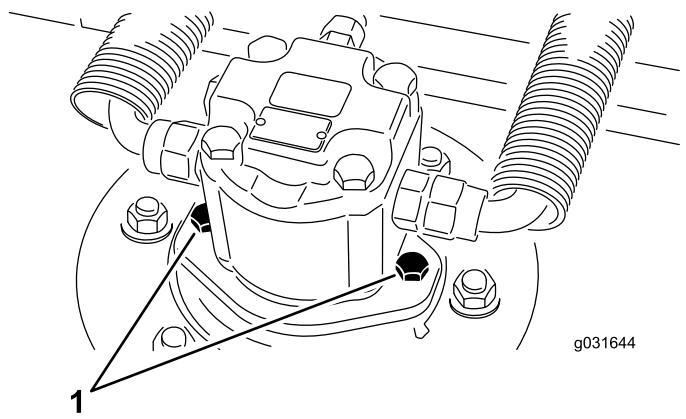

Figura 68
2. Retire los tornillos de montaje del motor y desconecte y retire el motor hidráulico la carcasa (Figura 68).
- Con los tornillos de montaje del motor hidráulico, instale el motor hidráulico en la carcasa (Figura 68).